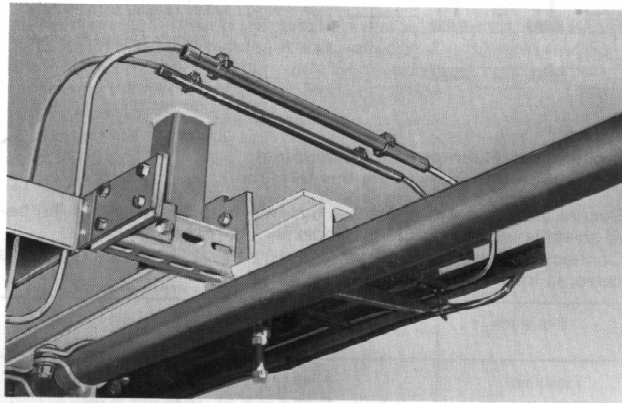

Figura 7-1 Protezione meccanica del cavo di bus tramite montaggio protetto
- in zone con carico meccanico, i cavi di bus devono essere installati in tubi chiusi con rinforzi in plastica (vedere figura 7-1)